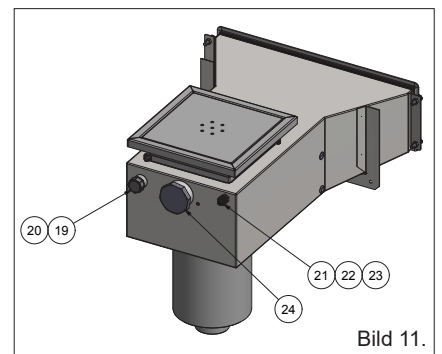

Bild 11.
4. Vor dem Betonieren: Decken Sie den freigelegten Flansch und die Öffnungen des Skimmers ab, um hässliche Flecken und Betonspritzer zu vermeiden. Die Öffnungen an der Rückseite des Skimmers für Wasserstandsregelung, Überlauf sowie Wasserbefüllung können mit den mitgelieferten Stopfen verstopft werden, siehe Bild 11.